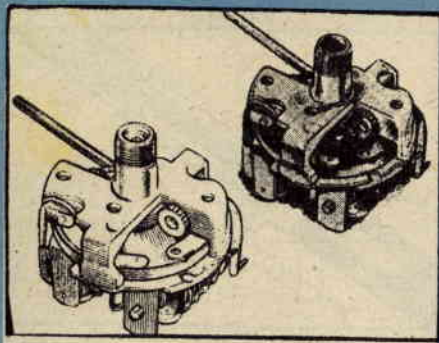

Fig. 9
**Fig. 9 - LUBRIFICAZIONE ECCESSIVA.** Evitate la lubrificazione eccessiva del contachilometri con olii densi. Infatti, nel caso di lubrificazione eccessiva si avrà un incaglio anziché un'agevolazione della trasmissione. Nell'eventualità si constati tal stato di cose, provvedete a pulire con petrolio e a rilubrificare con grasso di vaselina.